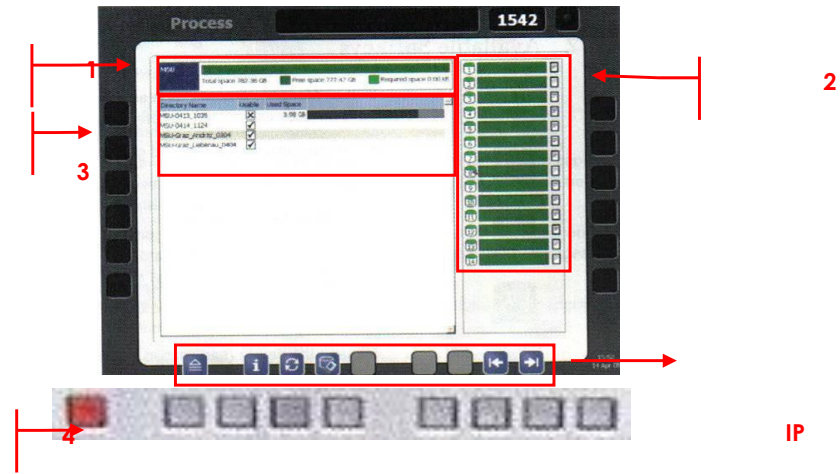

Figura 11. Ventana –Manage device (ejemplo MSU)
6. Ingrese a la ventana Manage device presionando en el panel de interfase (IP) el botón  y active la selección actual. Se despliega la ventana Manage device, Figura 11, Ver Tabla 9 y Tabla 10.